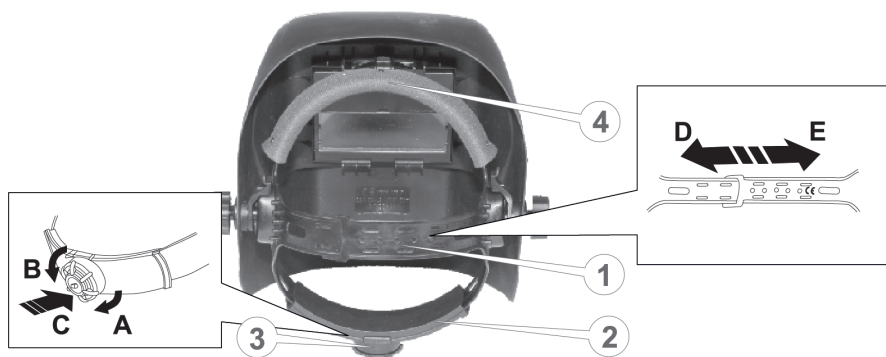

Рисунок 4. Регулювання глибини посадки та окружності наголовника.
Глибина посадки регулюється довжиною тім'яної дуги (1, рис. 4). Якщо наголовник сидить надто низько, то необхідно укоротити довжину дуги, якщо надто високо — подовжити довжину (рис. 4), для чого необхідно виконати низку таких дій:
Розмір наголовника регулюється довжиною потиличної дуги (2, рис. 4), обертанням маховичка (3, рис. 4), розташованого безпосередньо ззаду наголовника. Якщо наголовник сидить надто вільно або щільно, виконується
- натиснути на маховик (3, рис. 4) та обертати його за напрямком руху годинникової стрілки «А», щоб затягнути потиличну дугу, або за напрямком руху проти годинникової стрілки «В», щоб послабити потиличну дугу;